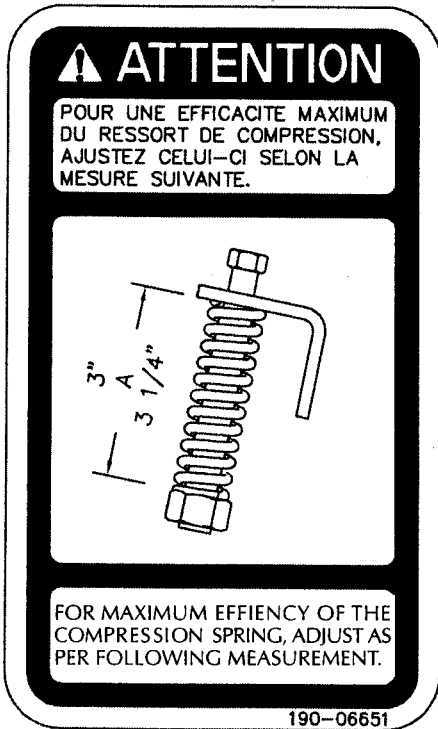

Figure 16
- 3) Vérifier l'ajustement du tendeur de chaîne. Le ressort qui maintient la tension doit être compressé afin d'être d'une longueur variant entre 3" et 3¼" (Fig. 16).